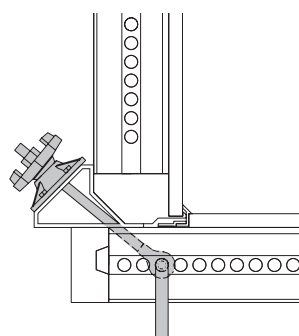

Fig. A2.06
3. Serrare con il dado. (Fig. A2.06)